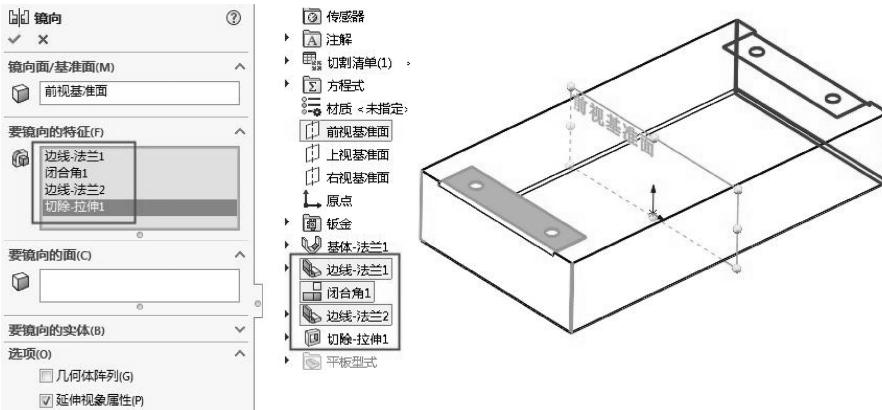

图 6-75 镜向钣金特征
- 08 在【特征】选项卡中单击【镜向】按钮 $\square$ ，弹出【镜向】属性面板，选择钣金件的边线、闭合角、拉伸切除作为要镜向的特征，选择前视基准面作为镜向面，完成钣金特征的镜向，如图 6-75 所示。